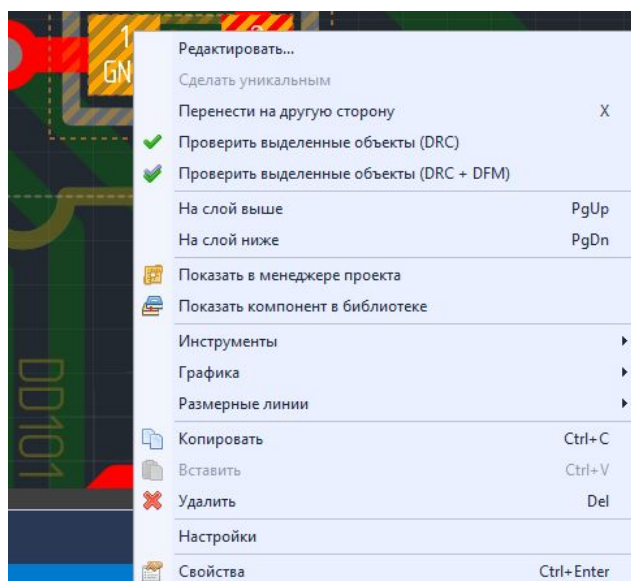

Рис. 122 Изменение посадочного места на
2. Вызвать контекстное меню и выбрать пункт «Редактировать», см. Рис. 122.